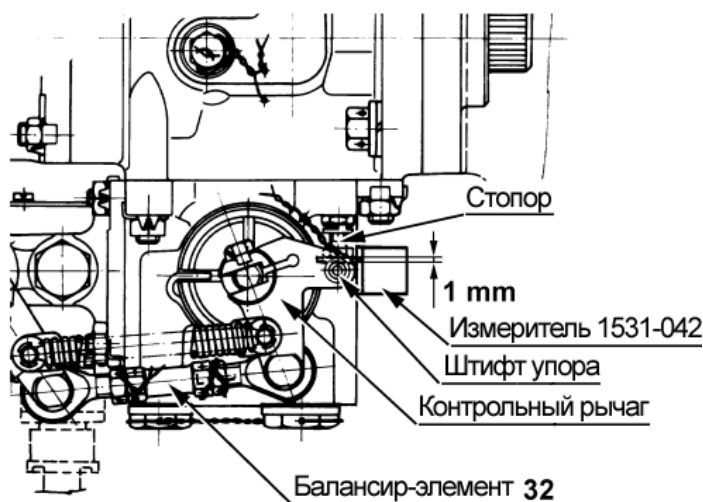

Рисунок 11-15 Регулировка с помощью элемента **32**
- e) Между упором и стопорным штифтом контрольного рычага (Рисунок 11-15) поместите измерительный шаблон 1531-042 (из набора инструментов двигателя). Если зазор между упором и стопорным штифтом настолько мал, что измеритель не проходит в зазор, сократите балансир - элемент **32** поворотом.